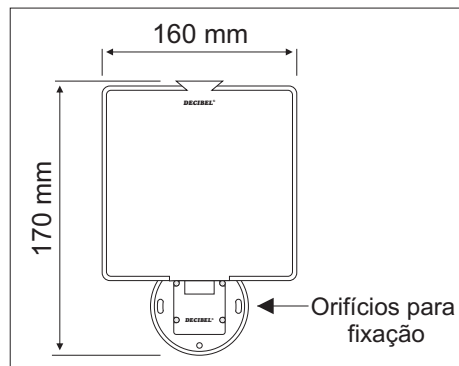

Figura 2
- Fixe o Transmissor RF através de 4 parafusos nos orifícios localizados em sua base (Figura 2).